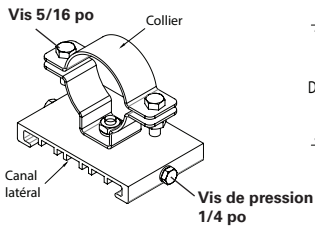

Figure 6. TROUSSE – Détails du montage sur mât
3. Avant l'installation, s'assurer que le diamètre intérieur du collier (voir la figure 6) est compatible avec le diamètre du mât. Les diamètres des colliers disponibles sont de 42 mm (1,65 po), 51 mm (2,00 po) et 60 mm (2,36 po).
5. Faire glisser les deux (2) supports de montage sur mât sur le luminaire de manière à engager la bride sur lui.
6. Serrer les deux (2) vis de pression de 1/4 po sur chaque support coulissant jusqu'en butée (voir la figure 6). Serrer avec un couple de 8,8 N.m (78 lb-po).
7. Retirer les deux (2) vis de 5/16 po, les rondelles de verrouillage et les écrous de chaque collier et retirer les moitiés supérieures des colliers.
8. Le luminaire peut maintenant être installé. Il est fortement recommandé que deux (2) professionnels qualifiés réalisent le montage final du luminaire, afin d'éviter des blessures corporelles ou des dommages au luminaire.
10. Installer sur chaque collier les deux (2) moitiés supérieures des colliers et les vis de 5/16 po, les rondelles de verrouillage et les écrous.